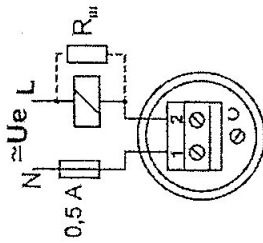

Рисунок 3 – Схема электрическая подключения сигнализатора уровня СУ 502П
- а) нагрузку подключать к фазному проводу питающей сети (рисунок 3), в противном случае возможно ложное свечение светодиода;
б) если нагрузкой является слаботочное реле, то с опускания которого меньше минимального рабочего тока сигнализатора уровня, обмотку реле следует зашунтировать резистором с соответствующим сопротивлением (рисунок 3).